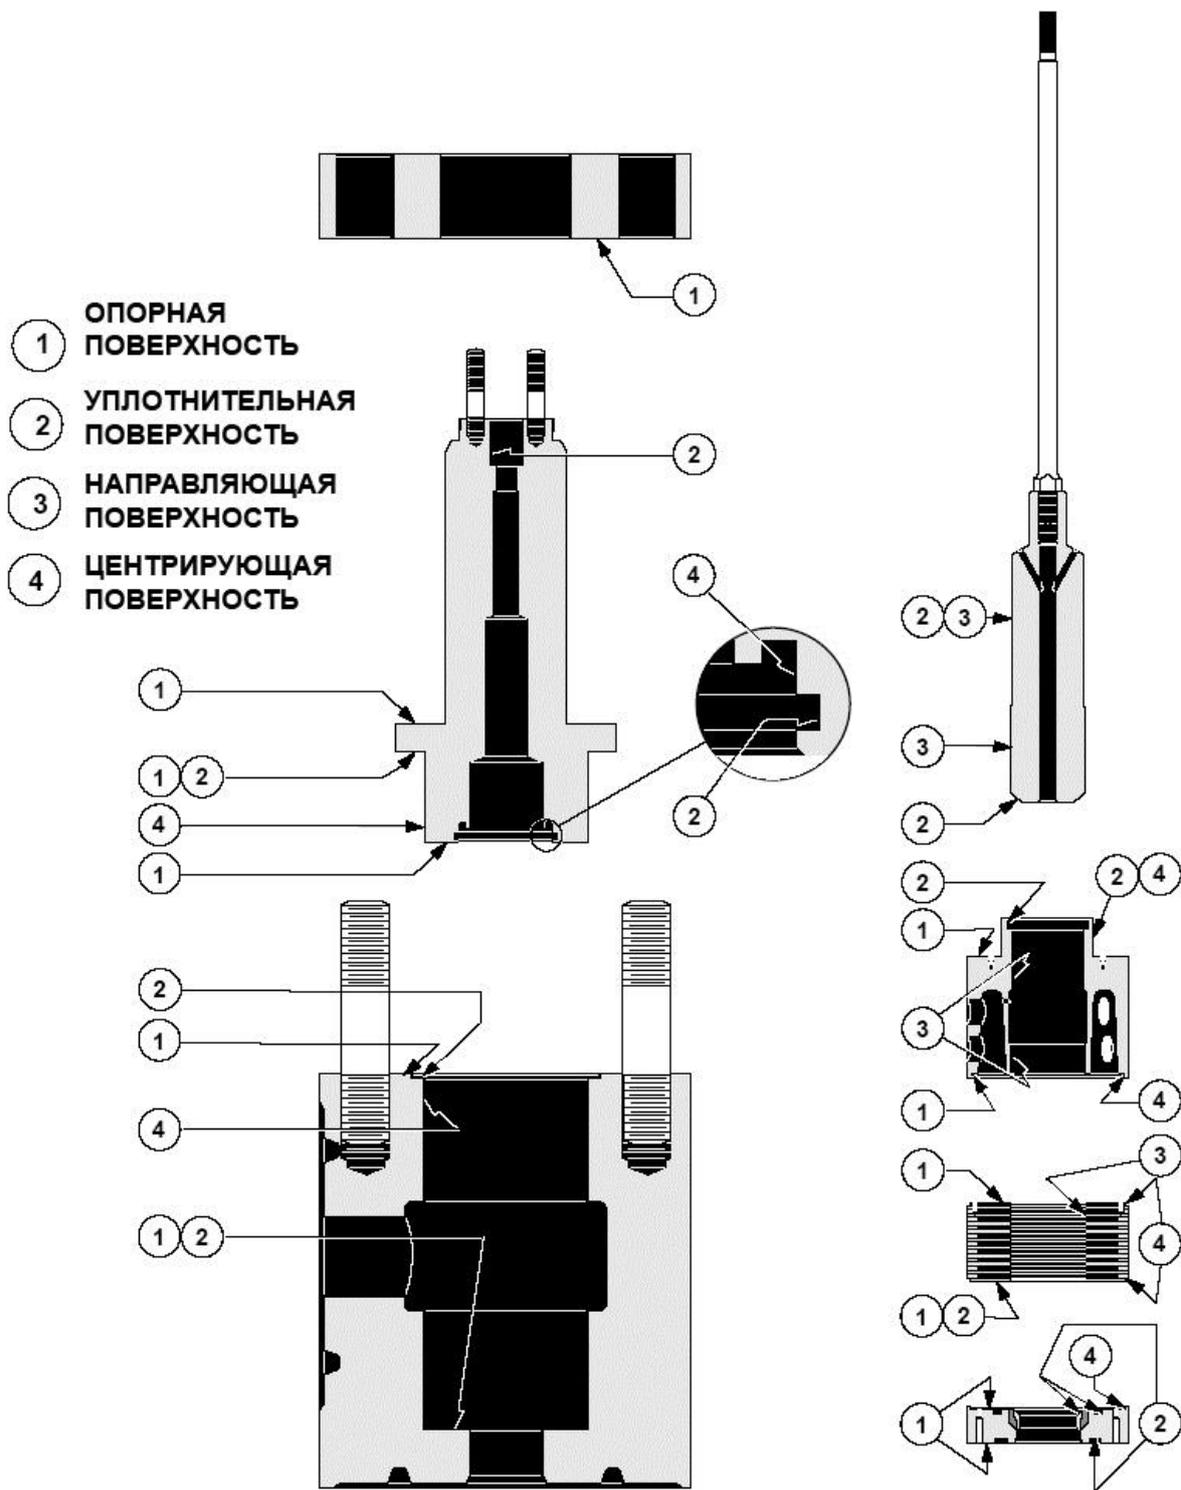

Рис. 7
**А.** См. рис. 7 и убедитесь в том, что все направляющие, уплотнительные и другие поверхности очищены от грязи, окалины и других примесей.
**В.** Нанесите небольшое количество герметика или смазки на одну сторону нижней прокладки седла (22) и установите ее в нижней паз седла (21).
**С.** Установите прокладку пакета (15) в верхний паз седла.
**Д.** Установите седло (21) с прокладками (15 и 22) в корпус.
**Е.** Установите пакет (19) в корпус, убедитесь, что сторона с наименьшим количеством отверстий обращена к седлу.
*Также сбоку в верхней части седла (21) имеется два гладких отверстия диаметром 2 мм, для использования двух крюков из стальной проволоки.*
**Г.** Осторожно установите клетку (17) на узел плунжера и штока.
**Ф.** Нанесите значительное количество силиконовой смазки на область, где плунжер будет касаться манжеты (16).
**Н.** Осторожно установите клетку (17) над узлом плунжера и штока.